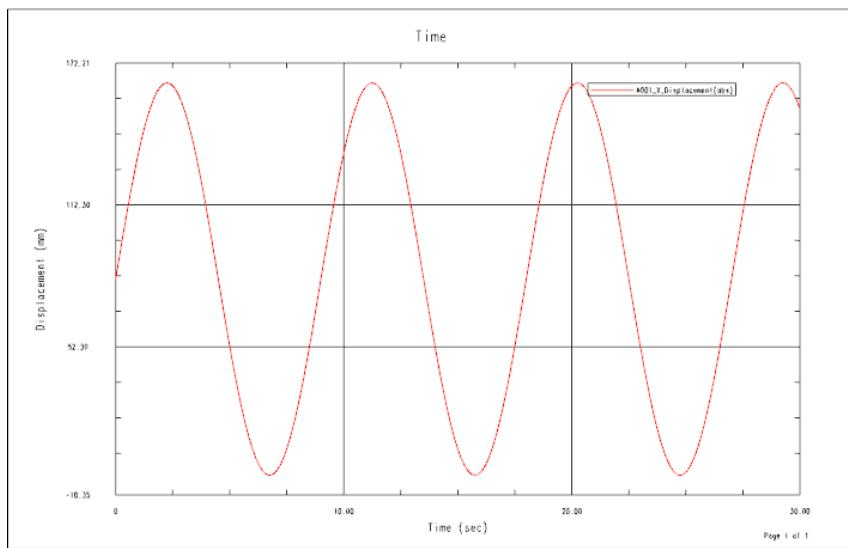

图 10.1.18 位移-时间曲线
(1) 选择下拉菜单 **分析(A)** → **运动(M)** →  图表(G)... 命令，单击其中的 **对象** 选项卡。
(2) 设置输出对象。在“图表”对话框的 **运动模型** 区域选择标记 **A001**，在 **请求** 下拉列表中选择 **位移** 选项，在 **分量** 下拉列表中选择 **X** 选项，单击 **Y 轴定义** 区域中的  按钮，完成“图表”对话框中的参数设置。
(3) 定义保存路径。选中“图表”对话框中的 **保存** 复选框，然后单击  按钮，选择 D:\ug85.16\work\ch10.01\ok\sine\_mech\_asm\sine\_mech\_asm.afu 为保存路径。
(4) 单击 **确定** 按钮，系统进入函数显示环境并显示杆件的位移-时间曲线，如图 10.1.18 所示。